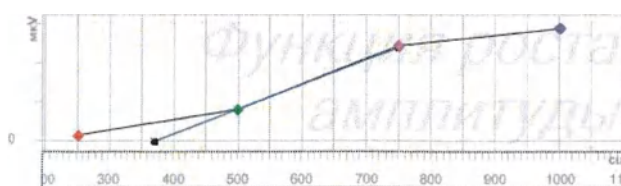

Рис. 102 Функция роста амплитуды
3. В области, показанной на рис. 102, 103 и 104, отображается графическое представление функции роста амплитуды, функции восстановления и функции распространения возбуждения. Функция роста амплитуды дает амплитуду ЕСАР в мкВ по отношению к уровням амплитуды стимуляции в сВ (см. раздел 5.14). Функция восстановления дает амплитуду ЕСАР в мкВ по отношению к интервалу между стимулирующими импульсами в мкс. Если порог ART экстраполирован на функцию роста амплитуды, соответствующее значение в единицах сВ отмечается на оси X. Линию интерполяции можно настраивать вручную путем перемещения маркеров. Графическое представление функции распространения возбуждения дает амплитуду ЕСАР в мкВ по отношению к позиции электродов маскёра и, таким образом, позволяет оценивать взаимодействие между областями возбуждения, генерируемыми каждым электродом.